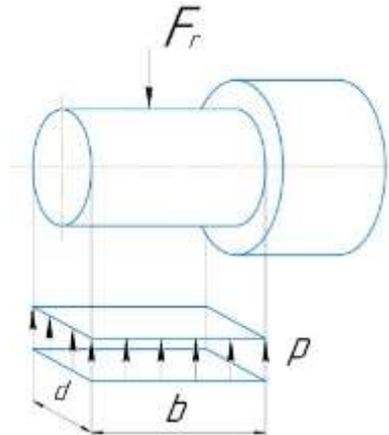

Рисунок 2.
2. Определить ширину подшипника скольжения для вала червячного колеса редуктора (рисунок 2) и окружную скорость цапфы, если ее диаметр $d = 60\text{ мм}$, частота вращения вала $n = 83\text{ об/мин}$, радиальная нагрузка $F_r = 9540\text{ Н}$. Материал вкладыша чугун АЧС-1 ($\vartheta = 0,2\text{ м/с}$).